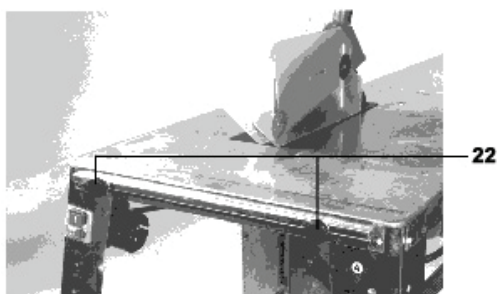

Abb. 19
- Montieren Sie Teil 22 mit zwei M6x30 Halbrundkopfschrauben mit Vierkantschaft und zwei M6 Unterlegscheiben (siehe Abb. 19). Nach gleichem Verfahren können Sie den Teil 24 auf der Führungsnute frei schieben.